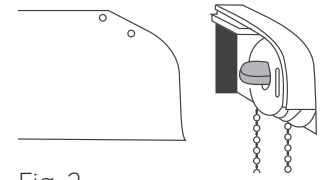

Fig. 2
- Deslice la cenefa hacia las abrazaderas de la cenefa (Fig. 2).